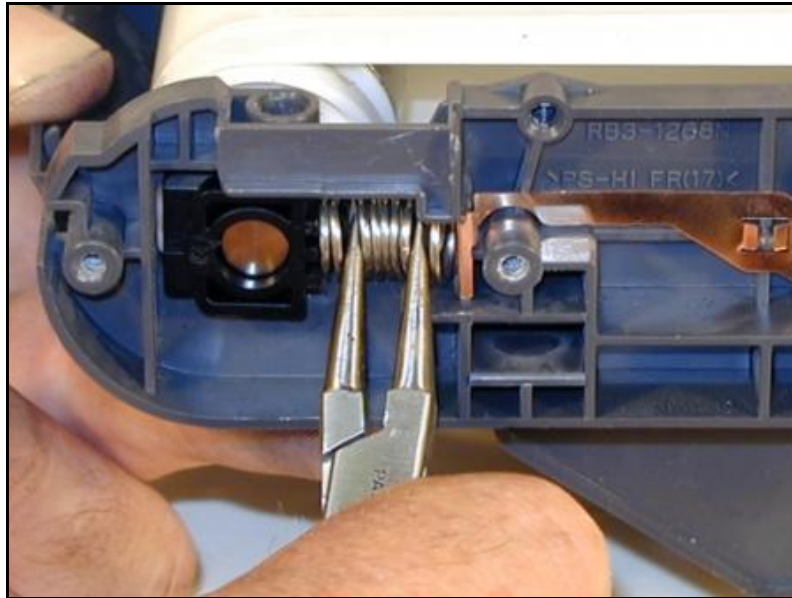

Ilustración 34
26. Instalar los resortes de presión de la banda. Comprimir el resorte con las pinzas de punta. Instalar primero el poste y deslizar hacia adentro el borde del resorte. Ver ilustración 34